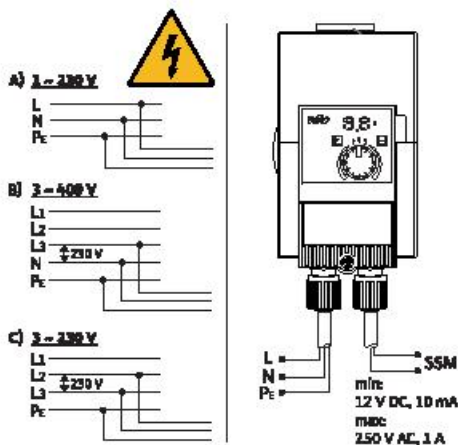

Fig. 3: Можливості під'єднання
- Під'єднувати до мереж низької напруги 230 В. У разі під'єднання до мереж IT (конфігурація мережі Isolé Terre) обов'язково переконайтеся, що напруга між фазами (L1-L2, L2-L3, L3-L1 → Fig. 3) не перевищує 230 В.